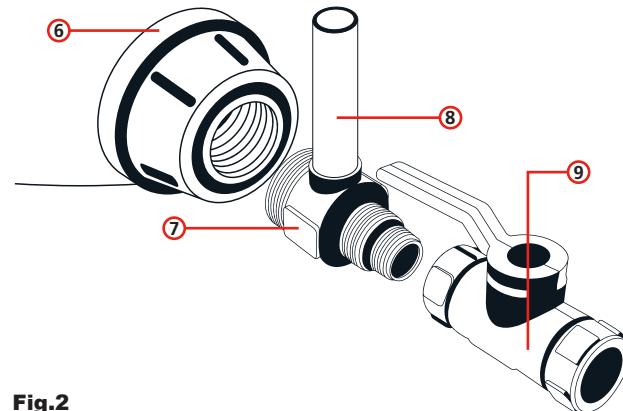

Fig.2
En la parte lateral inferior del tinaco, se encuentra la conexión (6) de la salida de agua, con una rosca interior de 38.1 mm (1- 1/2") de diámetro. Coloca aquí el conector universal (7) acoplándolo con la mano hasta llegar al tope y con una llave ajustable o perico apriete hasta la posición correcta para el tubo de venteo (8), como se muestra en la siguiente figura. (Fig.2)
Para la instalación del sistema de servicio es necesario colocar la válvula de esfera (9). Se recomienda instalar la esta válvula después del conector universal (7); tal y como se muestra en la figura anterior (Fig.2).